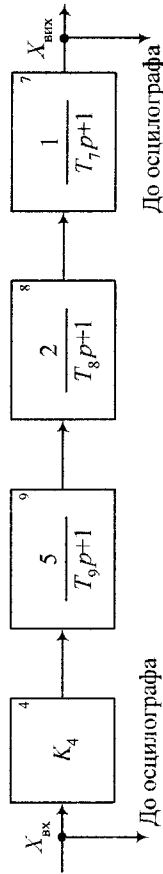

Рис. 5
1. Зібрати модель розімкнутої системи за схемою, що зображена на рис. 5.
3. Вхід системи підключити до виходу низькочастотного генератора періодичних коливань (НПК). $X_{вх}$, $X_{вих}$ подати на осцилограф (рис. 5).
9. Використовуючи осцилограми, що отримані в п. 3, побудувати ЛАЧХ розімкнутої системи. Використовуючи передавальні функції (рис. 5) побудувати асимптотичну ЛАЧХ. Порівняти їх.